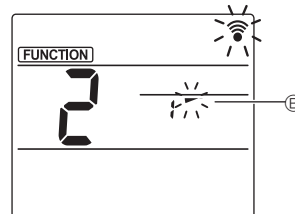

Fig. 3
③ Настройка угла дефлектора (Fig. 3) Нажимайте кнопки для выбора угла дефлектора . Направьте беспроводной пульт дистанционного управления на приемник сигнала на внутреннем блоке и нажмите кнопку [SET].